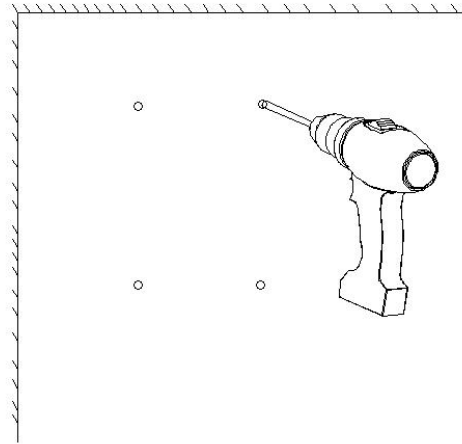

图 2-1
1. 用冲击钻在上一步所做的记号处打四个圆孔，如图 2-1 所示